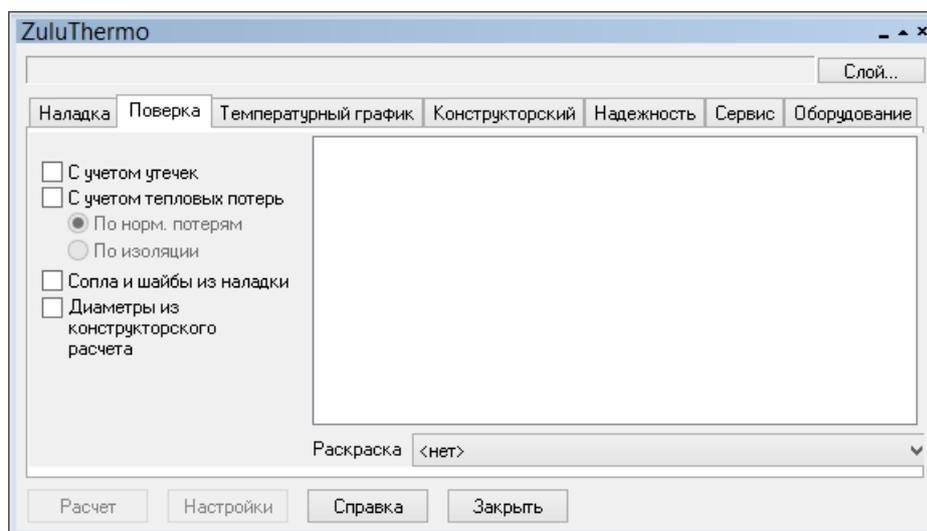

Рисунок 19.1. Окно теплогидравлических расчетов ZuluThermo
1. Выберите команду главного меню Задачи|ZuluThermo или нажмите кнопку  панели инструментов. На экране появится окно теплогидравлических расчетов (см. Рисунок 19.1, «Окно теплогидравлических расчетов ZuluThermo»).